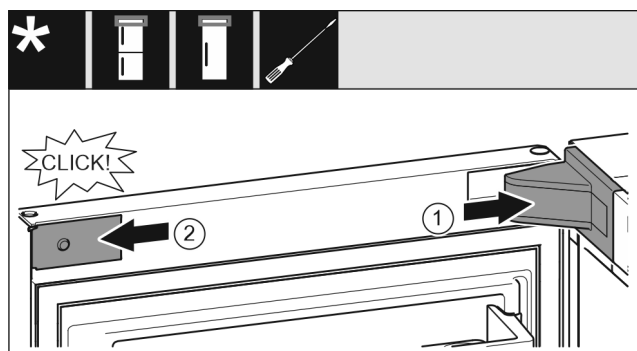

Fig. 21
- ▶ 放上并插入托架盖 Fig. 21 (1), 如有必要小心地按压分开。
- ▶ 将隔板 Fig. 21 (2) 放置到侧面并插入。